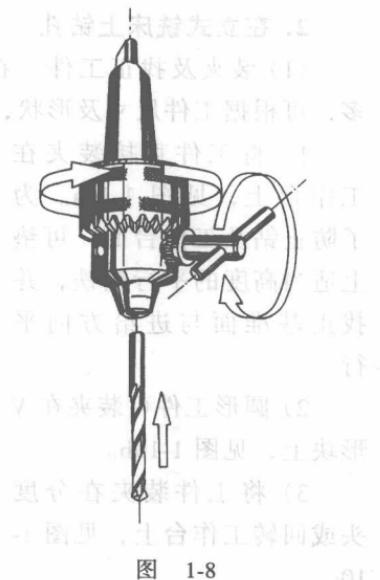

图 1-8
① 直接安装在铣夹头及弹性套内，与安装直柄立铣刀的方法相同。
② 安装在钻夹头内，见图 1-8。